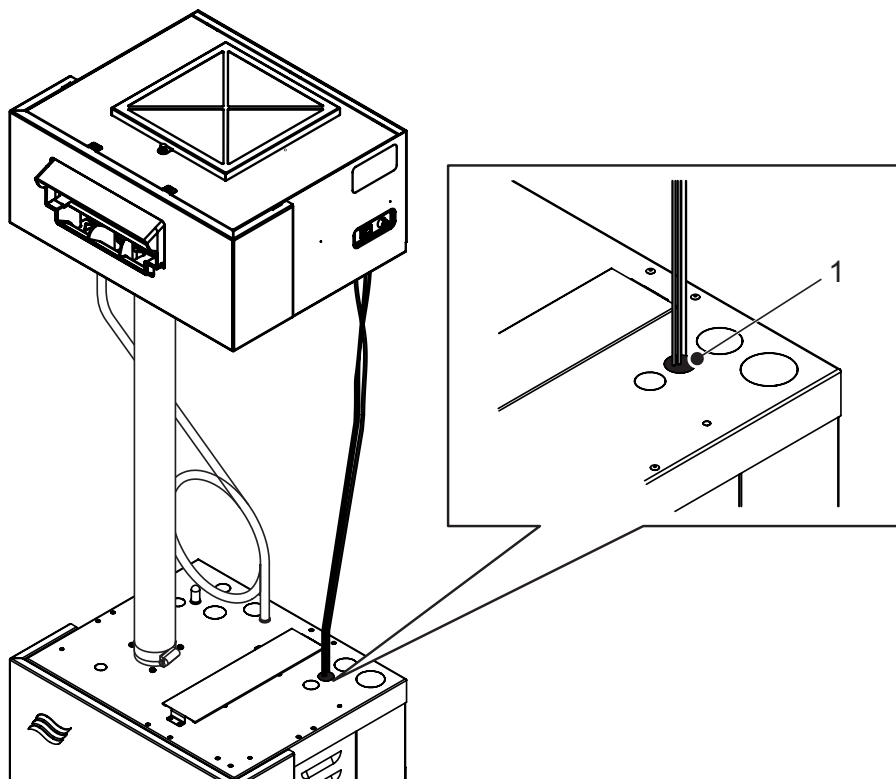

Figure 14 : Passage de câbles
- b. Installer le passe-câble (fourni) dans l'orifice poinçonné directement au-dessous de la prise de raccordement au réseau de l'unité de ventilation et passer les câbles à travers le passe-câble, comme illustré sur la Figure 14.